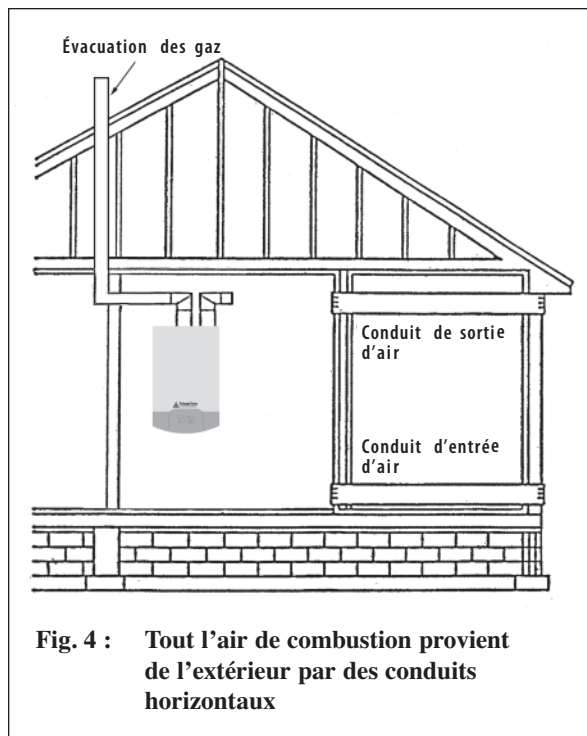

Fig. 4 : Tout l'air de combustion provient de l'extérieur par des conduits horizontaux
- Une ouverture communiquant avec l'extérieur par un conduit horizontal devra avoir une section libre d'au moins $6,5 \text{ cm}^2$ (1 po^2) 1 po^2 par 2000 btu/h de la puissance totale des appareils à gaz du local. Voir figure 4.